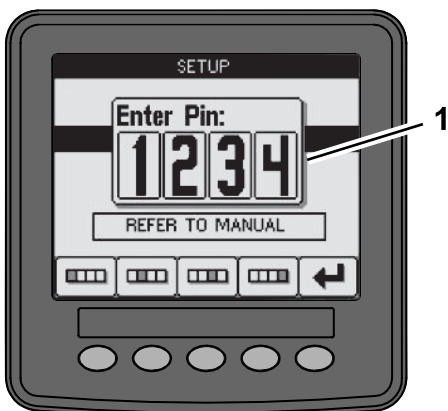

Figura 15
1. In Modalità di configurazione, premete qualsiasi pulsante per accedere alla barra del menu pop-up nella parte inferiore della schermata (Figura 15).
3. Inserite il codice PIN (Figura 15) e selezionate l'icona INVIO .
3. Inserite il codice PIN (Figura 15) e selezionate l'icona RITORNO.